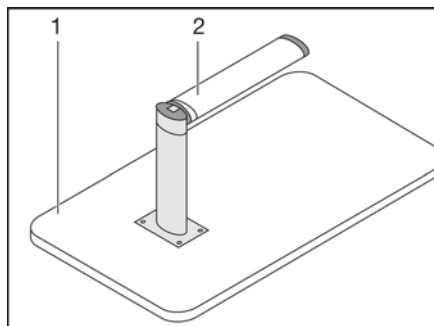

Fig. 55 Base de cama
- Levantar 45° aprox. el tablero de mesa (Fig. 55,1) por delante.
- Tirar hacia abajo de la parte inferior de la pata de apoyo articulada (Fig. 55,2) y abatirla 90°.